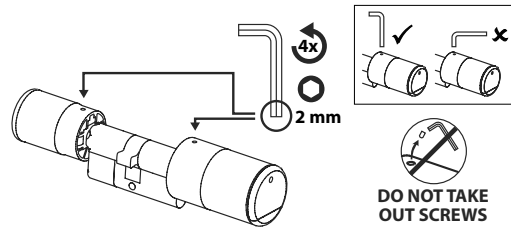

Abb. 2
- 2 Das Lösen und das Fixieren von Außen- und Innenknäuf erfolgt über eine integrierte Madenschraube im Drehknäuf. Lösen Sie die beiden Madenschrauben in den beiden Knäufen mit dem beiliegenden Sechskantschlüssel (Abb. 2).